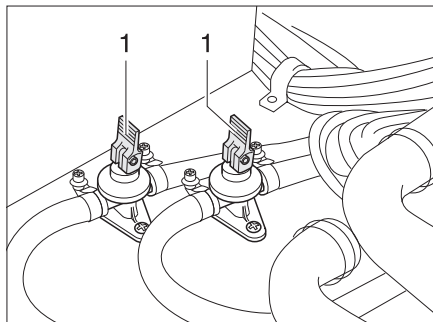

Bild 127 Ablasshähne
- Ablasshähne schließen. Dazu die Kipphebel (Bild 127,1) waagrecht stellen.
- Ablasshähne (Bild 127) öffnen. Dazu die Kipphebel (Bild 127,1) senkrecht stellen. Der Boiler wird über die Ablasshähne nach außen entleert.